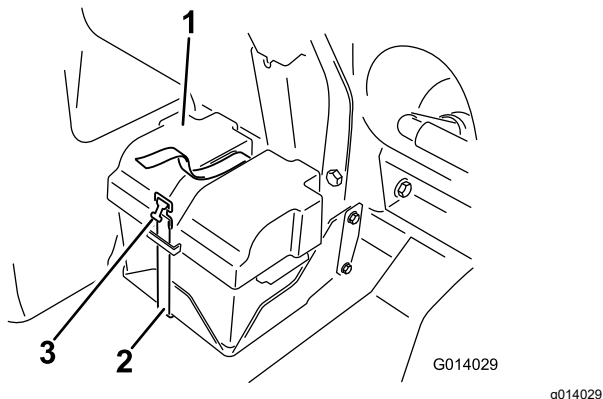

Figura 126
2. Retire la tapa de la batería y desconecte el cable negativo (negro) del borne de la batería (Figura 126).
4. Instale la tapa de la batería y sujétela con la correa que retiró anteriormente (Figura 126).